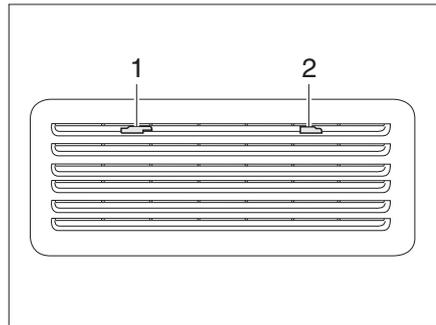
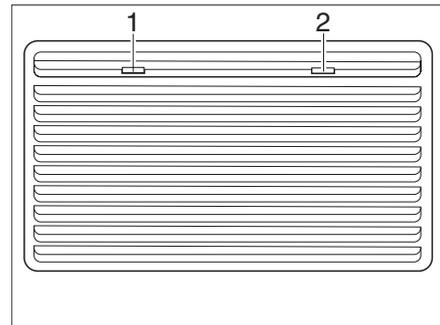

Fig. 129 Grille d'aération du réfrigérateur (Thetford petit)
Fig. 130 Grille d'aération du réfrigérateur (Thetford grand)
- Faire glisser les dispositifs de blocage (Fig. 129,1 et 2 ou Fig. 130,1 et 2) vers le centre.